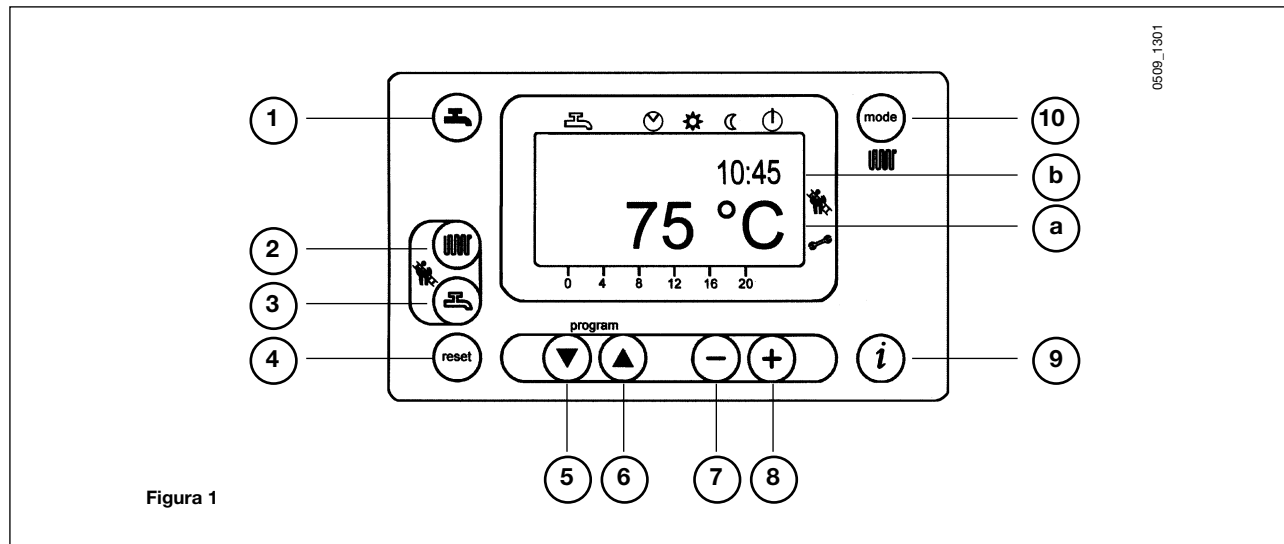

Figura 1
- Premere il tasto ON (2- figura 1) per impostare la temperatura dell'acqua di riscaldamento;
- premere uno dei due tasti mode (1 o 10 - figura 1) per memorizzare e ritornare al menù principale.
N.B – Con sonda esterna collegata, mediante il tasto ON (2 – figura 1) è possibile effettuare la traslazione della curva di riscaldamento. Premere i tasti $-$ $+$ per diminuire o aumentare la temperatura ambiente del locale da riscaldare.
- Premere il tasto ON (3- figura 1) per impostare la temperatura massima dell'acqua sanitaria;